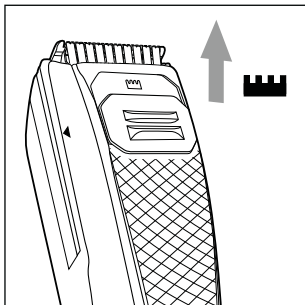

Fig. 6
- 1) Împingeți cursorul pentru funcția de subțiere  ② în sus în poziție . Funcția de subțiere integrată în capul de tăiere ① este deplasată în sus (a se vedea fig. 6).